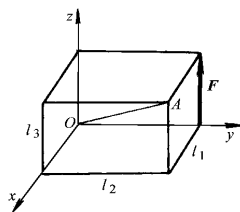

图 1-11
- 1-4 力  $F$  作用于长方体的一棱边上（图 1-11），已知长方体边长为  $l_1, l_2, l_3$ ，试求力  $F$  对